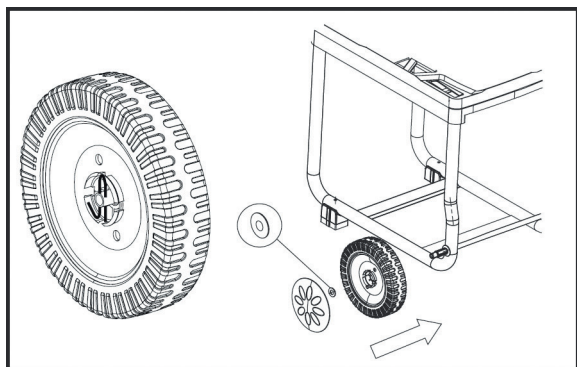

Рис. 6
3. Установите колёса с обеих сторон оси, установите шайбы, зафиксируйте колёса шплинтами и закройте декоративными колпаками (Рис. 6).